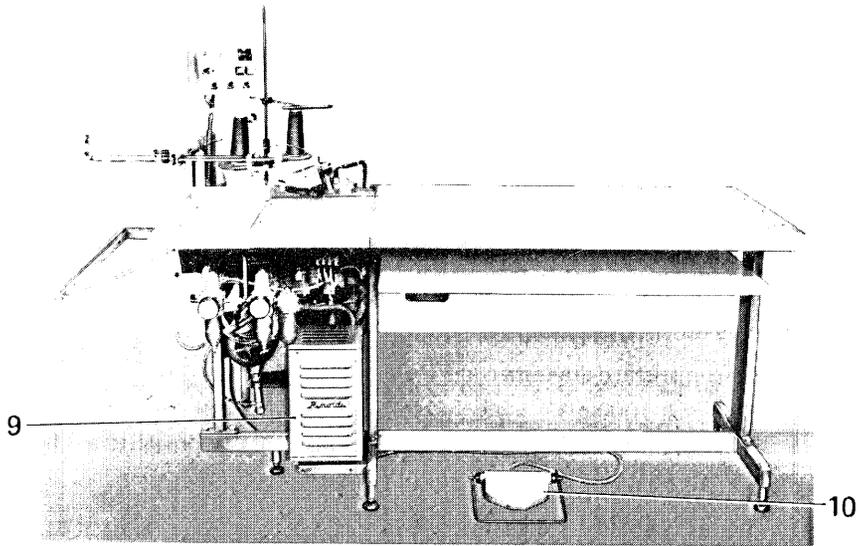

Fig. 1
- l) Un armadio contenente i componenti elettrici per il controllo delle varie funzioni (9 fig.1).
- n) Un pedale per escludere l'azionamento dell'impilatore (10 fig.1)